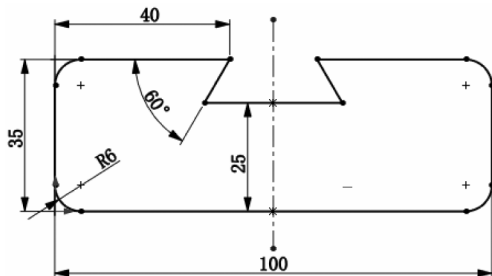

图 3-103 重新标注尺寸“100”后的草图
- [10] 重新标注尺寸“100”后的草图，如图 3-103 所示，草图完全定义。